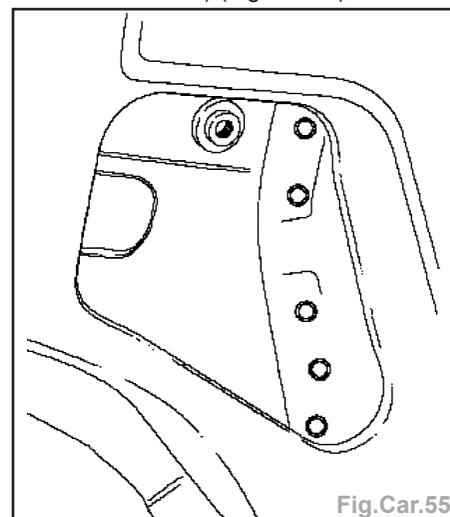

Fig.Car.55
- Percer et river la bride à coller (5 rivets étanches à l'eau) (Fig.Car.55).